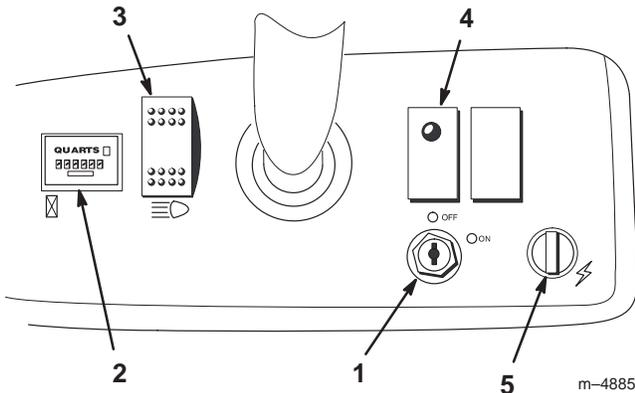

Figure 17
Le commutateur d'allumage (Fig. 17) sert à mettre le moteur en marche et à l'arrêter. Il a deux positions : contact coupé (OFF) et contact établi (ON). Tournez la clé dans le sens horaire jusqu'à la position « ON » pour mettre le moteur en marche. Lorsque le véhicule est arrêté, tournez la clé dans le sens anti-horaire à la position « OFF ». Enlevez la clé du commutateur d'allumage.
Le compteur horaire (Fig. 17) indique le nombre d'heures de fonctionnement du moteur. Il se déclenche chaque fois que la pédale d'accélérateur est enfoncée.
Il signale à l'utilisateur une baisse excessive de la pression d'huile (Fig. 17). S'il s'allume, vérifiez le niveau d'huile et faites l'appoint au besoin (voir la section Changement de l'huile moteur et du filtre, page 28).
Basculez le commutateur pour activer les phares. Appuyez dessus pour les allumer (Fig. 17).
La prise d'alimentation sert à alimenter les accessoires électriques en option (Fig. 17).